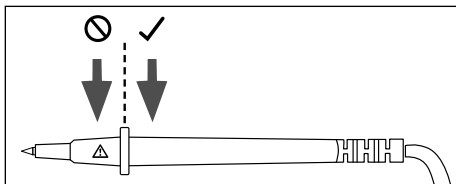

Fig. 3
- Sujete las puntas de prueba **6** exclusivamente por las superficies de agarre previstas para ello (consulte la fig. 3). La zona con el símbolo de advertencia ⚠ no debe tocarse; de lo contrario, ¡existe peligro de descarga eléctrica durante la medición!